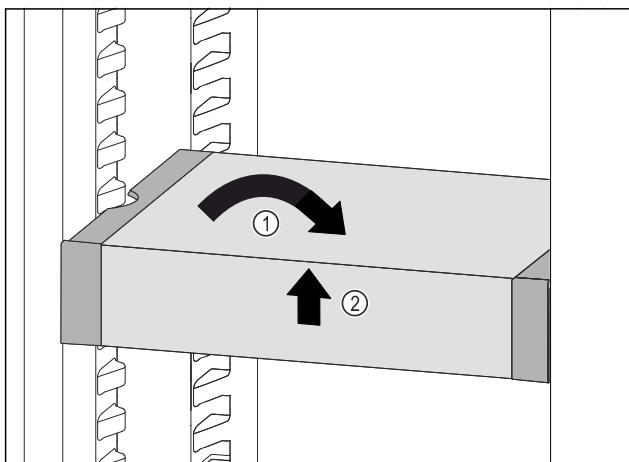

Fig. 128
- VarioSafe gerade stellen. Fig. 128 (1)
- VarioSafe vorne anheben. Fig. 128 (2)